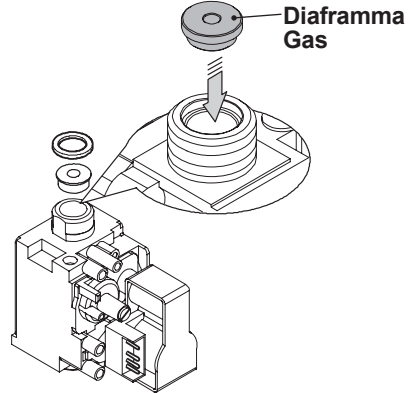

Figura 8.2
- Eseguire la trasformazione del tipo di gas sostituendo correttamente il diaframma gas (Figura 8.2), facendo riferimento alla